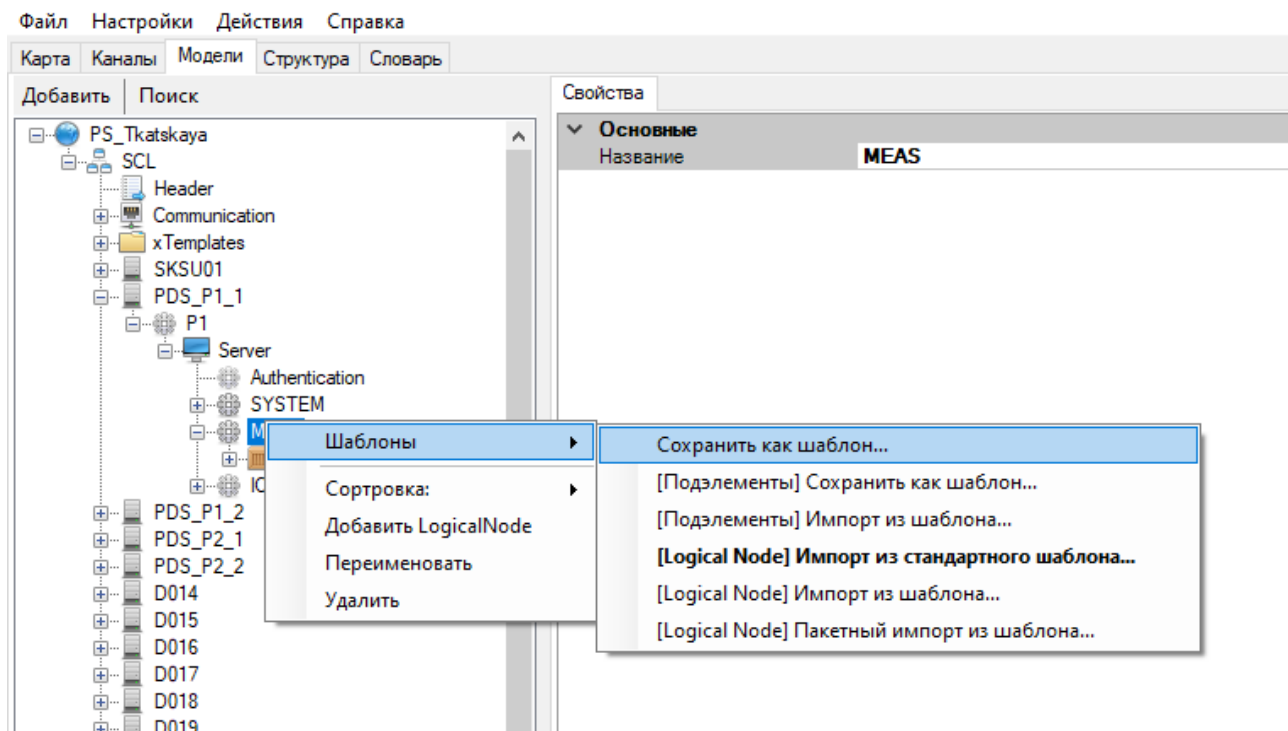

Рисунок 416. Сохранение шаблона логического узла
- сохранить созданный логический узел в шаблон. Для этого нажимаем правой кнопкой мыши на логическом узле и выбираем «Сохранить как шаблон» (см. Рисунок 416).